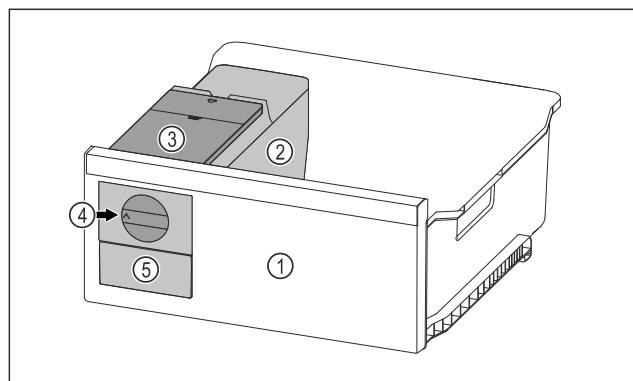

Fig. 74 Przykładowa prezentacja
- ▶ Pokrętko Fig. 74 (4) obrócić zgodnie z ruchem wskazówek zegara.
- ▷ Kostki lodu wypadają do pojemnika na kostki lodu w szufladzie na kostki lodu Fig. 74 (5). Jeżeli nie wszystkie kostki lodu zostaną zwolnione z pojemnika na kostki lody: